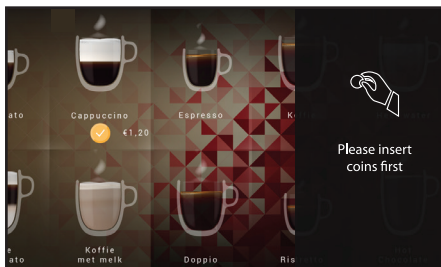

Рис. 4.11 - Выдача напитков с платежной системой
1. Ввести достаточное количество денежных средств или e-cash в платежную систему, см.рис. 4.11.